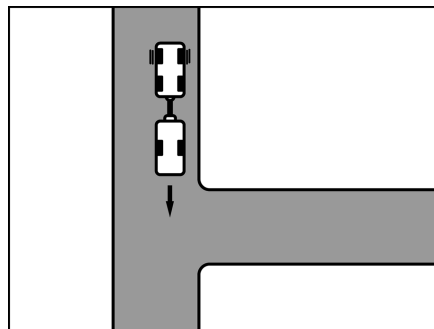

Bild 10 Anfahrt
- So weit an die Einfahrt fahren, bis das Heck des Caravans etwa auf der Höhe der Einfahrt ist (Bild 10).